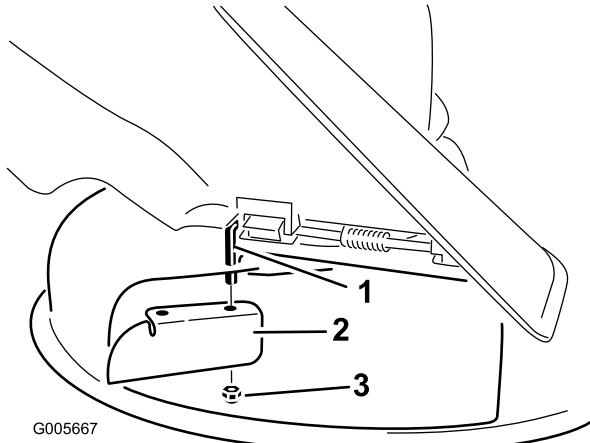

Bild 26
6. Montieren Sie das Versatzablenkblech an der frei liegenden Gelenkstange (Bild 26). Befestigen Sie das Ablenkblech mit der vorhandenen dünnen Mutter (3/8 Zoll) am Mähwerk.